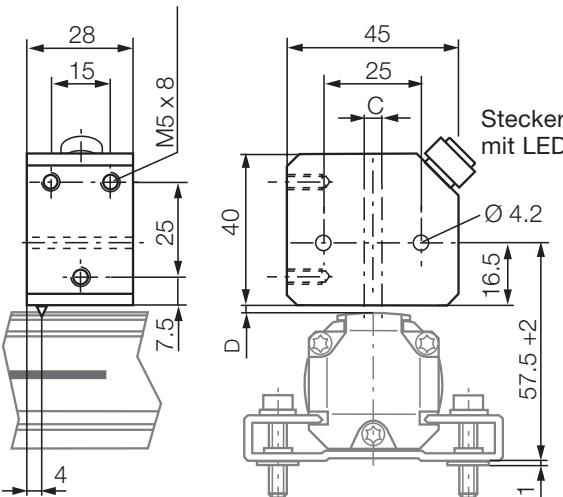

Bild 3-5: Positionsgeber BTL5-P-4500-1 mit elektrischer Magnetfeld-Erzeugung (24 V/100 mA)
*Der Messbereich ist um 4 mm in Richtung des BTL-Steckers/Kabels versetzt,  $\rightarrow$  Bild 3-5.*